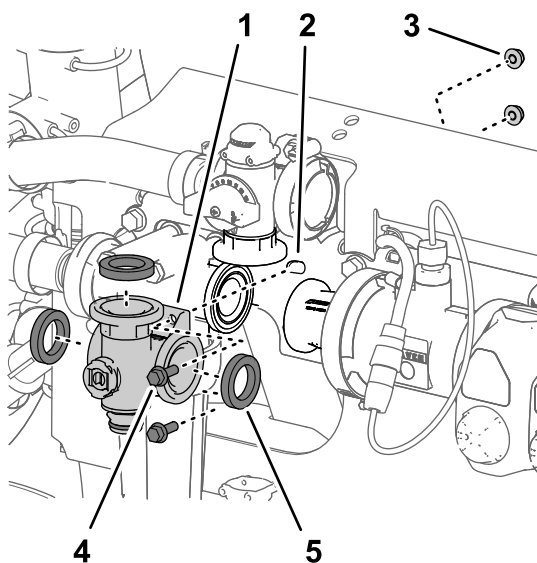
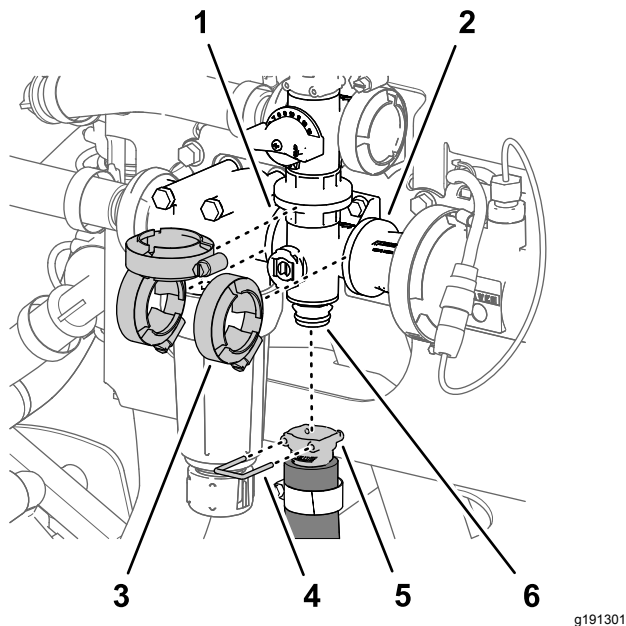

Figura 120
Figura 121
1. Allineate la flangia del collettore della valvola dell'agitatore e 3 guarnizioni alle flange della valvola di bypass dell'agitatore, della testa del filtro di pressione e dell'adattatore di accoppiamento (Figura 120 e Figura 121).
2. Fissate, senza serrare, il collettore della valvola dell'agitatore alla valvola di bypass dell'agitatore, alla testa del filtro di pressione e all'adattatore di accoppiamento (Figura 121) mediante i 3 morsetti flangiati rimossi in Rimozione della valvola del collettore dell'agitatore (pagina 83).
5. Serrate manualmente i 3 morsetti flangiati (Figura 121).
6. Montate l'accoppiatore rapido del flessibile dell'agitatore sul raccordo di collegamento rapido del collettore della valvola dell'agitatore mediante il perno di collegamento rapido (Figura 121).